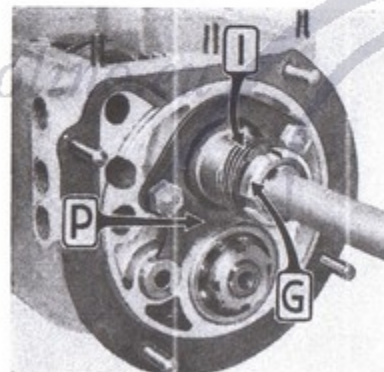

Fig. 60.
- Togliere la piastra (P, fig. 60) di ritenuta del cuscinetto sull'albero principale e del perno dell'ingranaggio di retromarcia.